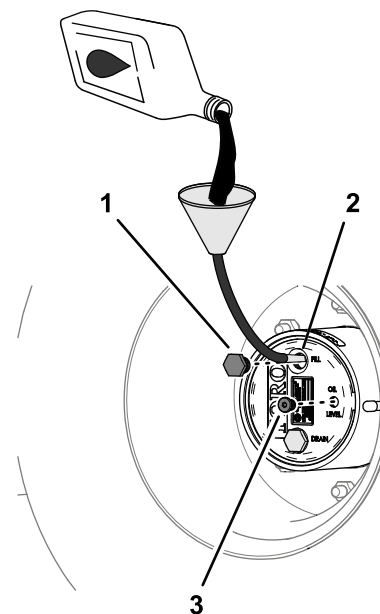

Figura 98
4. Se o nível de lubrificante estiver baixo, retire o tampão de enchimento e adicione o lubrificante especificado até começar a sair pelo furo do tampão de verificação (Figura 98); consulte a
6. Instale o tampão de enchimento e o tampão de verificação (Figura 98).
- Através do furo do tampão de enchimento, adicione lentamente o lubrificante de engrenagens especificado; consulte Figura 98 em Verificação do lubrificante da transmissão da engrenagem planetária (página 73).
- Instale o tampão de enchimento e o tampão de verificação; consulte Figura 98 em Verificação do lubrificante da transmissão da engrenagem planetária (página 73).